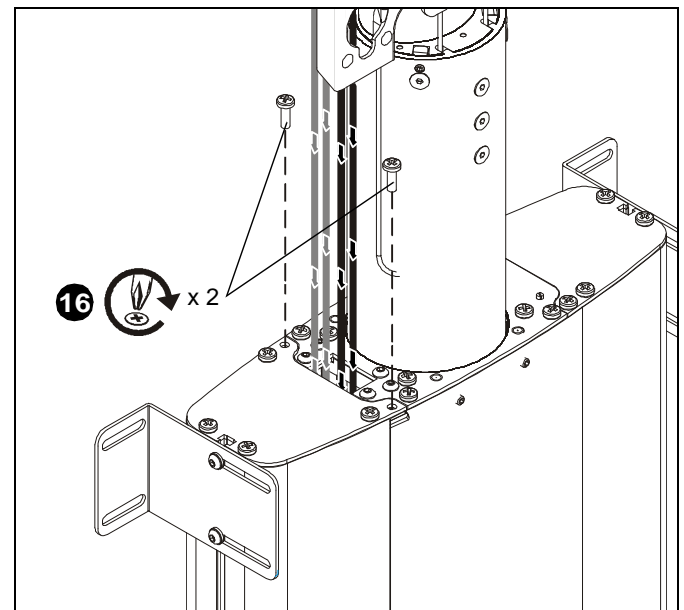

Figura 22
16. Fije la cubierta lateral de la guía de cables al soporte CM2 con los dos tornillos que quitó en el paso 1. (Consulte la Figura 22)